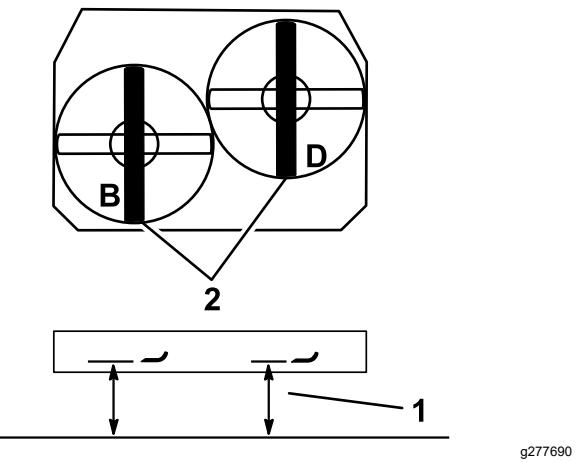

Figura 81
2. Misurate la lama sinistra al punto **B** da una superficie piana fino al tagliente della punta della lama e annotate la misura rilevata (Figura 81).
3. Misurate la lama destra al punto **D** da una superficie piana fino al tagliente della punta della lama e annotate la misura rilevata (Figura 81).
Nota: La differenza tra la misurazione eseguita al punto **B** non deve superare la misurazione al punto **D** di oltre 3 mm (Figura 81). In caso contrario eseguite la seguente operazione.